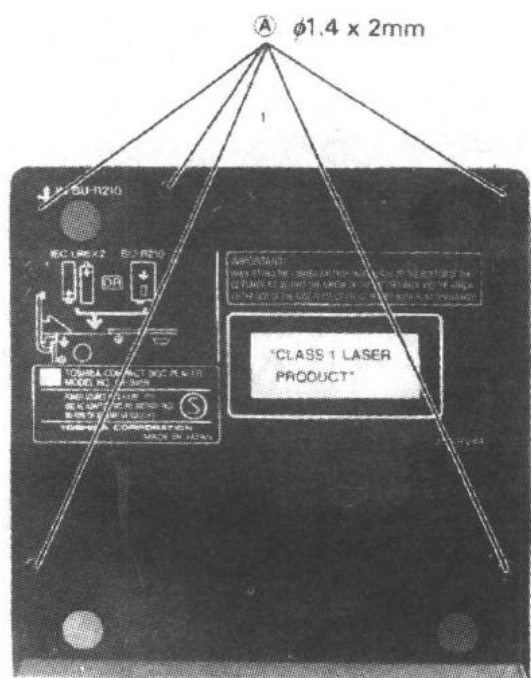
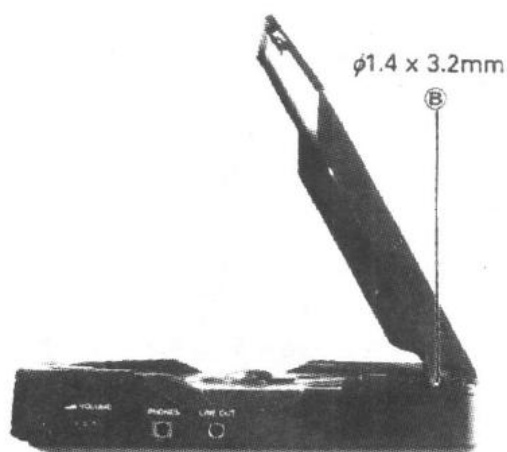

图 1.2
图 1.3
取下 5 个底板固定螺钉①，即可拆卸底板，见图 1.2。
(1) 打开盘盖。
(2) 取下 1 个盘盖锁臂螺钉②，见图 1.3。
将扁平螺丝刀插入接插件的间隙部位,轻轻左右摇动,逐渐扩展接插件的间隙,并将其取下,见图 1.2。